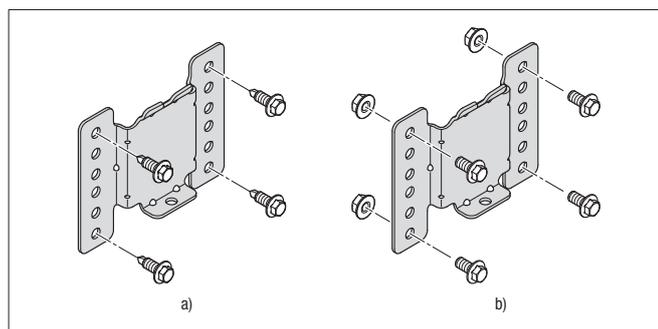

Figure 4
- Fixer le support avec 4 boulons à tête hexagonale M6 x 12 et 4 écrous hexagonaux M6 ou 4 vis autotaraudeuses 6,3 x 19 (moment de serrage : 9+1 Nm), voir Figure 4.
Utiliser, de préférence, les perçages de fixation supérieurs et inférieurs, voir Figure 4. En cas d'emploi des autres perçages, respecter un espacement minimal de deux perçages entre les boulons de fixation.